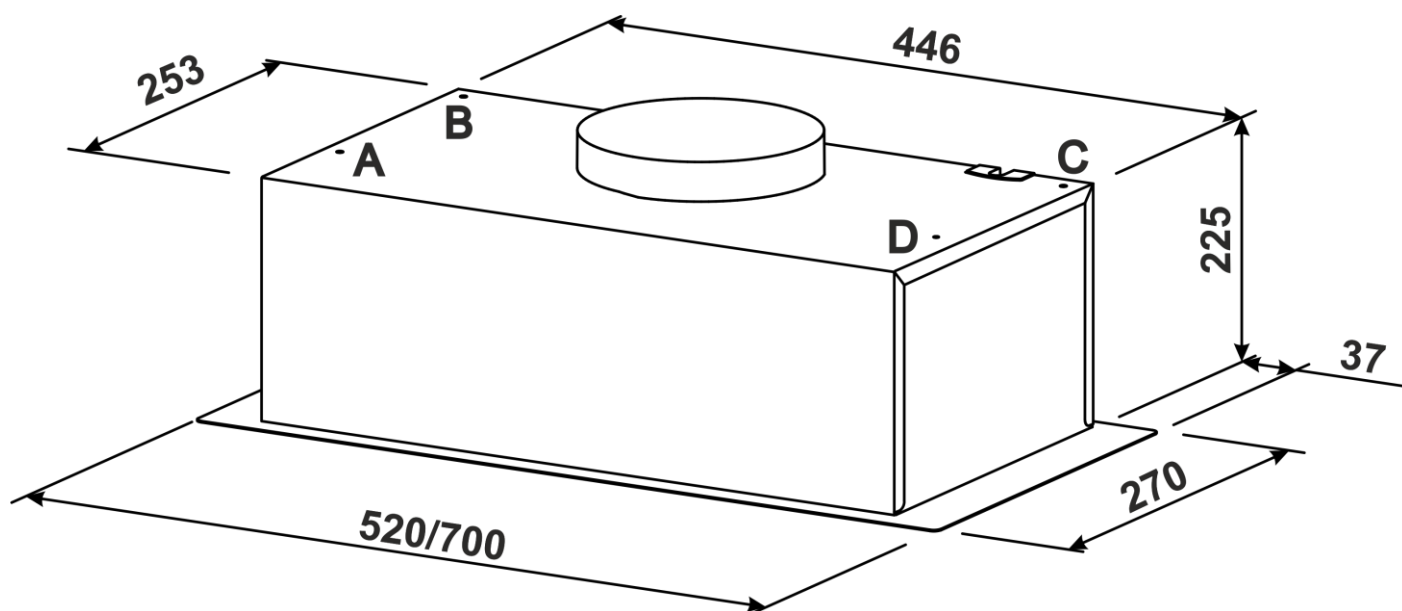

Рис.4
6.5 Кріпити витяжку до шкафчика рекомендовано використовувати 4 саморізи 4,8x13 DIN968 з середини витяжки (саморізи в комплект постачання не входять (рис.4 / 4.1).